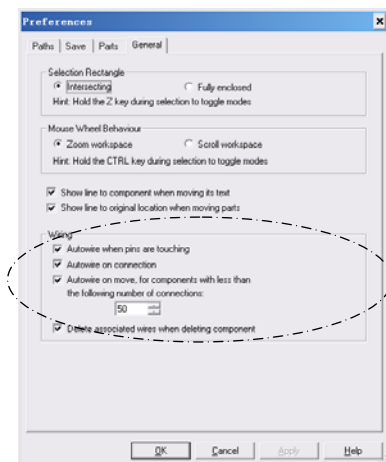

图 4-15 “定制连线方式”对话框
1) 在“Global Preferences”→“General”选项卡的 Wiring 选项组中有两个选项：Autowire on connection 和“Autowire on move”复选框。选中 Autowire on connection，Multisim10 在连接两个元器件时将自动选择最佳路径，若不选中此复选框，用户在连线时可以更自由地控制连线的路径；选中“Autowire on move”复选框，当用户移动一个已经连入电路中的元器件时，Multisim10 自动地把连线改成合适的形状，不选中此选项组，连线将和元器件移动的路径一样，如图 4-15 所示。